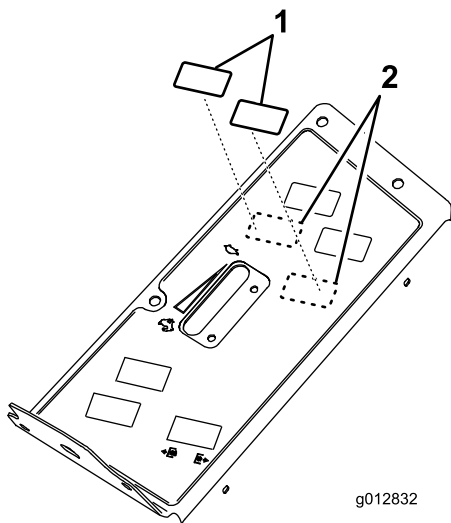

Figure 28
- Localisez et retirez les 2 caches défonçables au sommet du panneau de commande (Figure 28).